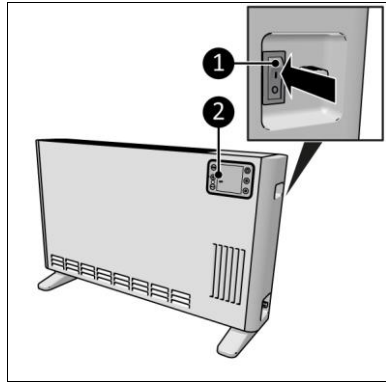

Abbildung 12
1. Stellen Sie den EIN/AUS-Schalter auf EIN (Abbildung 12, Pos. 1).
2. Das Display (Abbildung 12, Pos. 2) zeigt AUS an.